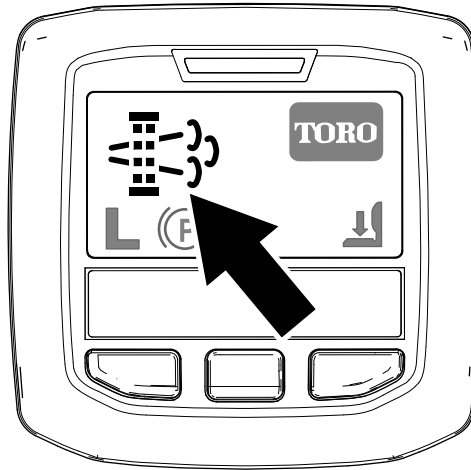

Figura 34
- Nell'InfoCenter viene visualizzata l'icona di richiesta rigenerazione parcheggiata (Figura 34).